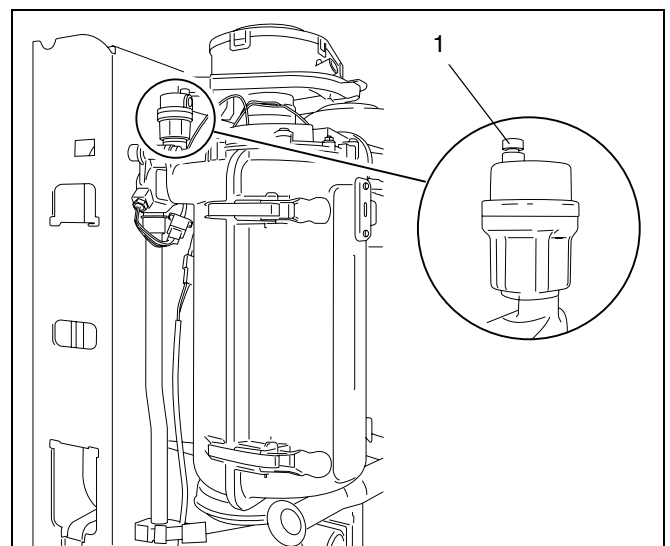

fig. 26 Automatische ontluchter
De Hoog Rendement Gaswandketels **Nefit SmartLine HR(C)** zijn uitgevoerd met een automatische ontluchter (→ fig. 26) die dient voor ontluchting van het toestel. Het kan in sommige situaties noodzakelijk zijn om de cv-installatie, naast ontluchtingsmogelijkheden op de verschillende verwarmingslichamen, te voorzien van extra ontluchtingsmogelijkheden.
- Draai de dop van de automatische ontluchter linksboven in het toestel (→ fig. 26, [1]) één omwenteling los.